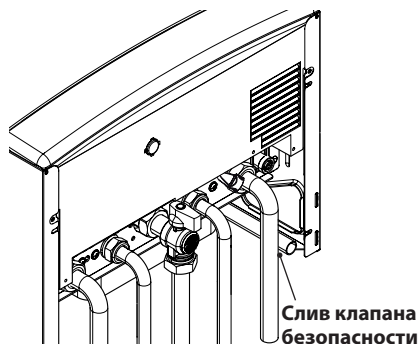

Рисунок 5.3
- Подсоедините предохранительный клапан к сливной воронке. Рисунок 5.3.